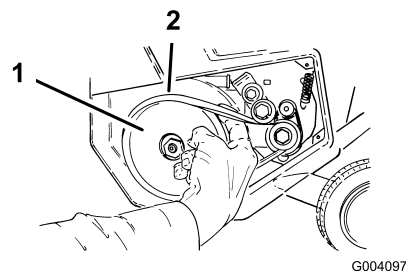

Figure 18
- Tournez la fraise de la main gauche et déposez la courroie de la grande poulie avec la main droite (Figure 18).